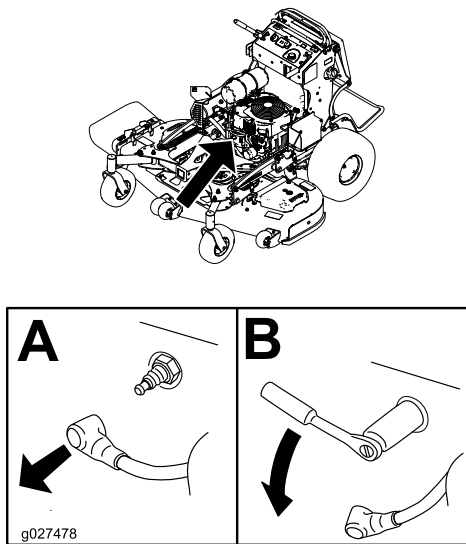

Figura 47
3. Retire la bujía, según se muestra en Figura 47.